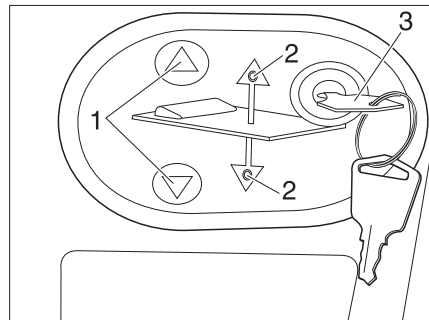

Bild 135 Bedienpanel für elektrisches Hubbett
- Schlüssel (Bild 135,3) in das Bedienpanel stecken.
- Auf Taste  oder  (Bild 135,1) drücken und gedrückt halten. Die jeweilige LED (Bild 135,2) leuchtet und das Hubbett senkt oder hebt sich.
- Wenn die gewünschte Position erreicht ist, Taste  oder  (Bild 135,1) wieder loslassen. Die jeweilige LED (Bild 135,2) erlischt.
- Schlüssel (Bild 135,3) abziehen.